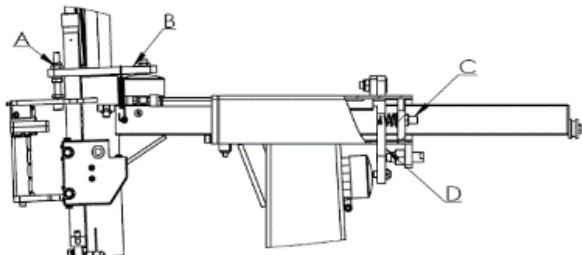

图 7-3-1
- 关闭气源，卸下垂直六方轴的防护罩。如果间隙过大可 16# 外六角扳手向下调整六方锁紧板前端螺母（参考第七章 / 图 7-3-1/ 序号 A）；如果间隙过小可向上调。
- 关闭气源，用 6# 内六角扳手调整立柱上座后端两个四方锁紧板顶丝（参考第七章 / 图 7-3-1/ 序号 C），如果间隙过大，将顶丝拧入，用 18# 外六角扳手锁紧顶丝螺母，如果间隙过小，则反向调整。